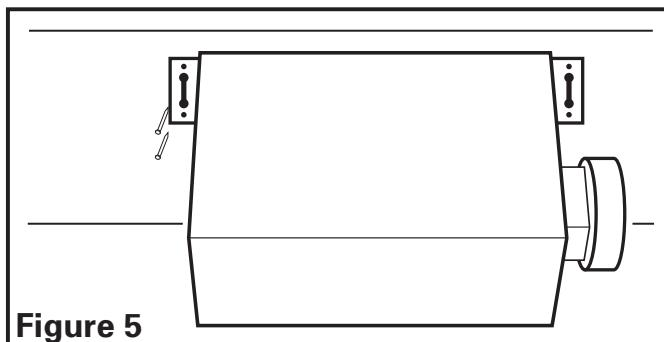
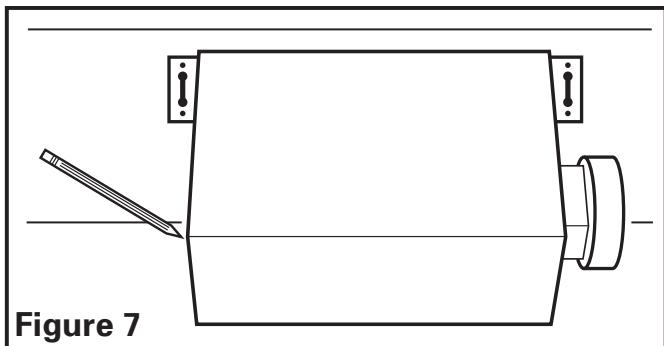

Figure 5
Figure 7
- Installation des Onglets de montage:** Aligner le châssis pour qu'il soit à effleurement avec le plafond fini. Positionner le ventilateur pour que les onglets reposent à plat contre la solive et fixer en place à l'aide de quatre (4) clous (non-compris) pour assurer une bonne installation (**Figure 5**).
1a. Installation des onglets de montage: Positionner le châssis contre la solive et tracer un contour du châssis sur le matériau du plafond (**Figure 7**). Mettre le châssis de côté et découper l'ouverture, en prenant soin de ne pas couper de câble électrique dissimulé ou autre utilité. Placer le châssis près de la solive et vous assurer qu'il soit à effleurement avec le plafond fini. Fixer avec quatre (4) clous (non-compris) pour assurer une installation adéquate (**Figure 5**).